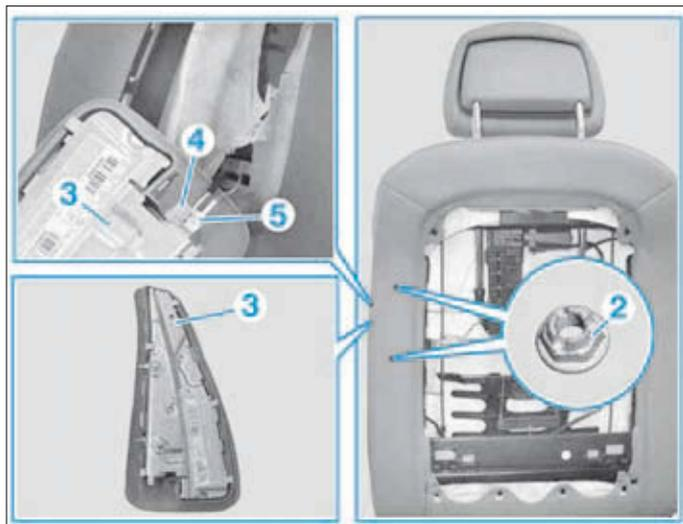

FIG. 6
- Déposer les écrous (2) (Fig.6).
- Sortir l'airbag latéral avant (3).
- Débrancher les connecteurs (4) et (5).